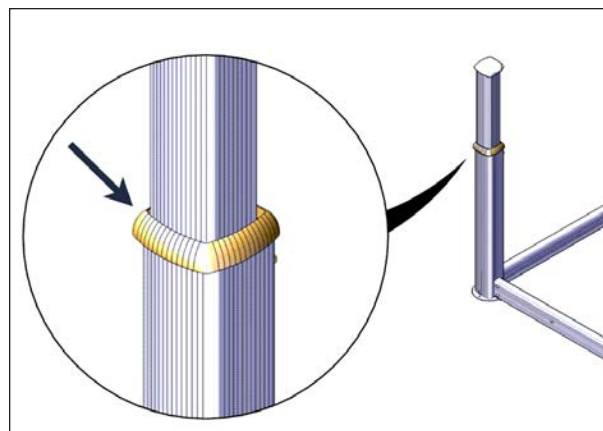

FIGURE 28: INSTALLATION DU BOURRELET D'ÉTANCHÉITÉ
22. Installer les bourrelets d'étanchéité de chaque colonne télescopique et s'assurer qu'ils soient complètement appuyés sur le manchon externe, voir Figure 28.